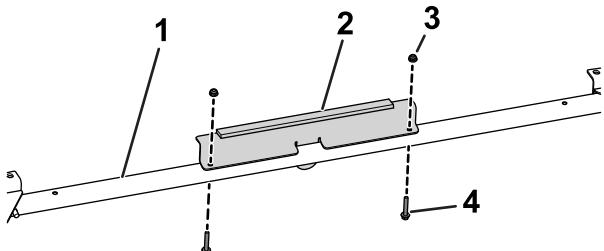

図 31
10. 前クロスリンクに前サポートを取り付ける六角ヘッドフランジボルト  $\frac{1}{4} \times 1\frac{1}{2}$  インチ 2本、ナット  $\frac{1}{4}$  インチ2個を使用する図 31。